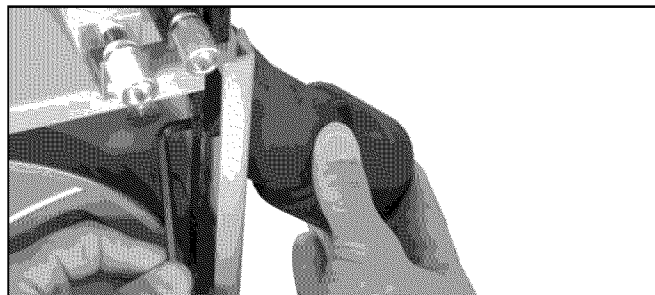

Figura 2 – Instale el Orificio de Salida del Polvo de 2½"
Consulte la Figura 2.
- Obtenga dos pernos de cabeza hueca y dos arandelas de la bolsa de partes sueltas. Monte el orificio de salida del polvo en el bastidor de la sierra de banda e instale un perno de cabeza hueca con arandela en cada agujero, luego apriételos con una llave "L" hexagonal M5 (véase la Figura 2).